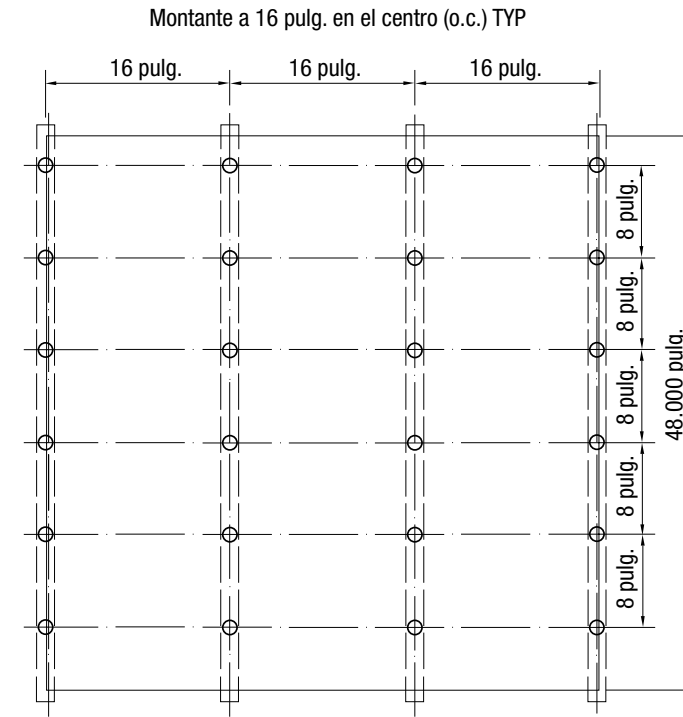

FIGURA 5
- El patrón de atornillamiento recomendado es de 8 pulg. verticalmente y 16 pulg. horizontalmente (alineado sobre los montantes para un anclaje adecuado), lo que da como resultado 24 tornillos por panel completo como se indica en la Figura 5. Se requiere un mínimo de un tornillo por pie cuadrado para respaldo de concreto/albañilería o si se utiliza un espaciado alternativo montante / amarre. Uso de tornillos distintos a los suministrados o aprobados por Glen-Gery anulará la garantía del sistema.